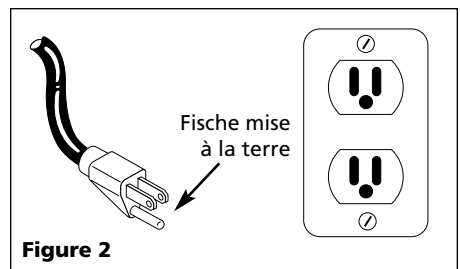

Figure 2
3. Ce produit est conçu pour un circuit normal de 120 volts et a une fiche de mise à la terre qui rassemble la fiche dans le figure 2. Assurer que le produit est connecté à une prise qui porte la même configuration que la fiche. Ne pas utiliser un adaptateur avec ce produit.